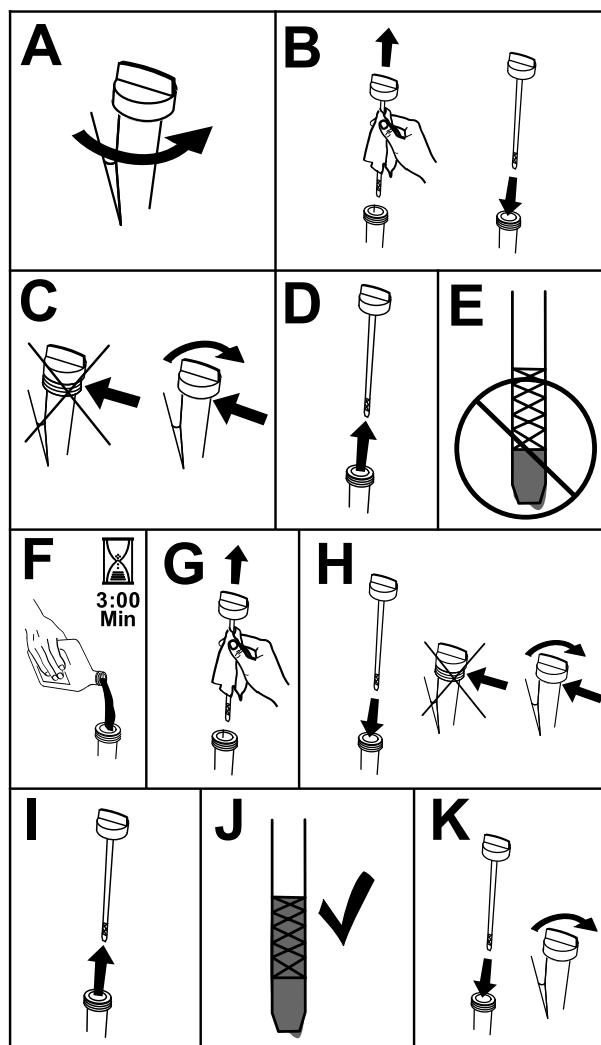

Figura 40
3. Pentru a ine murdăria, iarba tăiată etc. departe de motor, curăai zona din jurul buonul rezervorului de ulei i al jojei înainte de a o scoate (Figura 40).